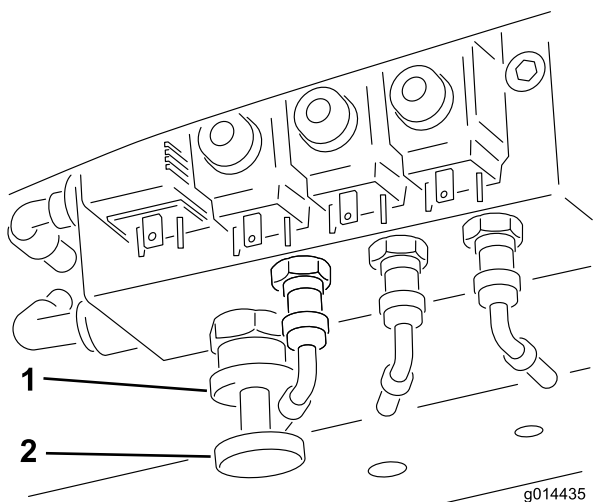

Figura 37
Trasferimento del peso. La portata del trasferimento di peso può essere variata a seconda delle condizioni in cui si opera, ruotando la rotella di trasferimento del peso (Figura 37) nel modo seguente:
1. Allentate il dado di bloccaggio della valvola girandolo di 1/2 giro in senso antiorario e mantenetelo in questa posizione (Figura 37).
2. Ruotate la rotella della valvola (Figura 37) in senso antiorario al fine di ridurre il trasferimento di peso oppure in senso orario per aumentarlo.